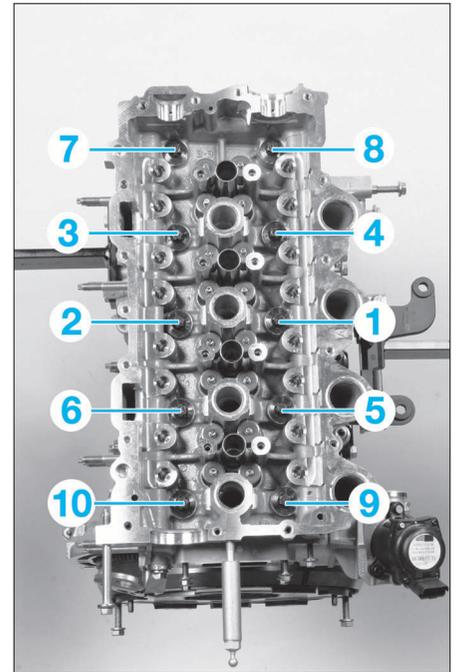

FIG. 55
- Serrer les vis de culasse en respectant l'ordre et le couple de serrage (Fig.55).